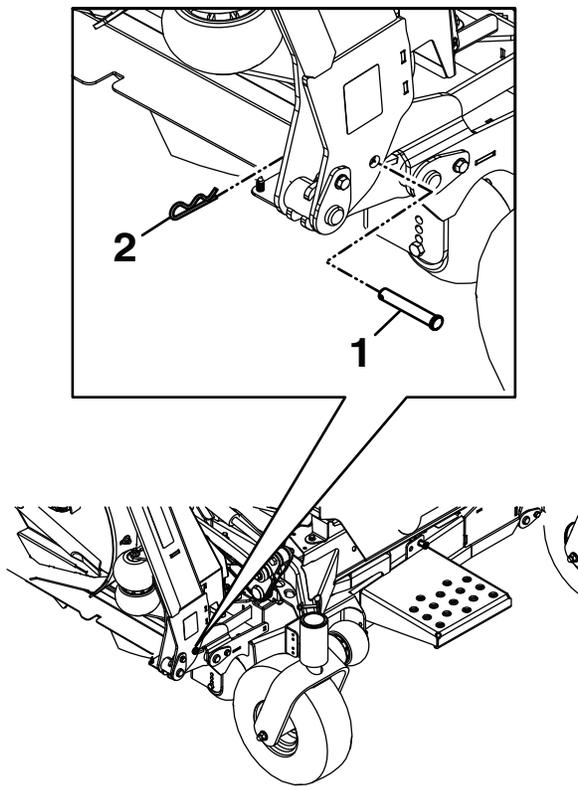

Figure 3
4. Retirez l'axe de chape et la goupille fendue de leur emplacement de rangement et bloquez chaque tablier latéral en position levée, comme montré à la Figure 3.